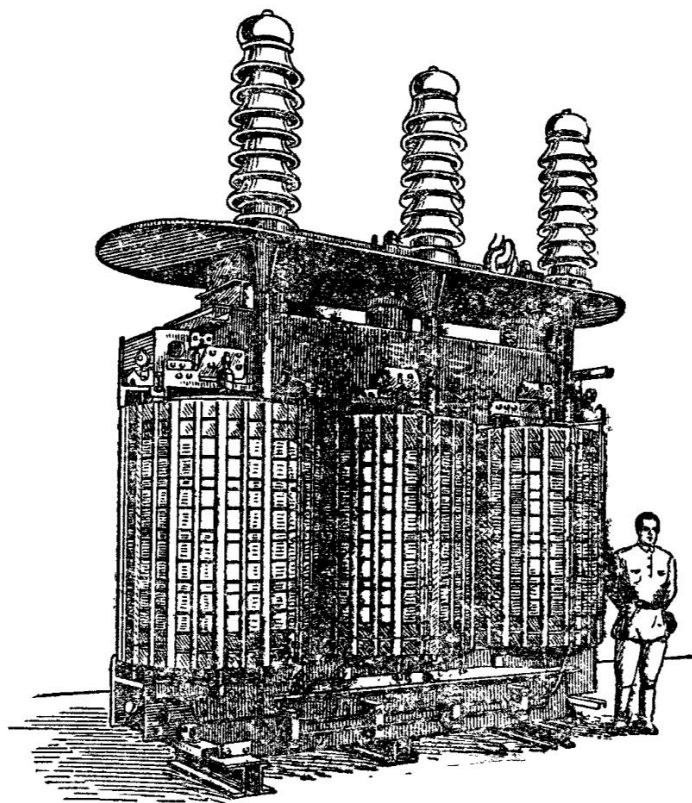

Рис. 9. Внешний вид большого современного трансформатора.
**М**ногим знакома по внешнему виду трансформаторная будка. Внутри неё работает трансформатор (рис. 9) — устройство для преобразования электрического переменного тока высокого напряжения в ток низкого напряжения, и наоборот\*).